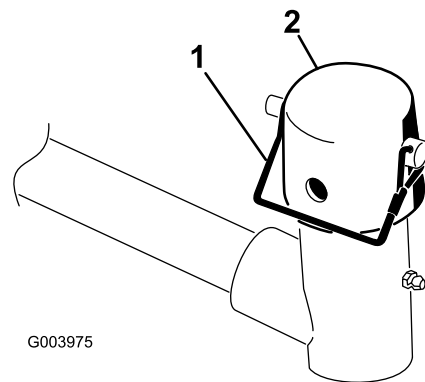

図 9
9. 昇降アームのピボットヨークからスナップピンとキャップを外す 図 9。
注 カッティングユニットをステアリングモードで使う場合はスロットを使い、固定モードで使用する場合には、穴を使う **図 9**。